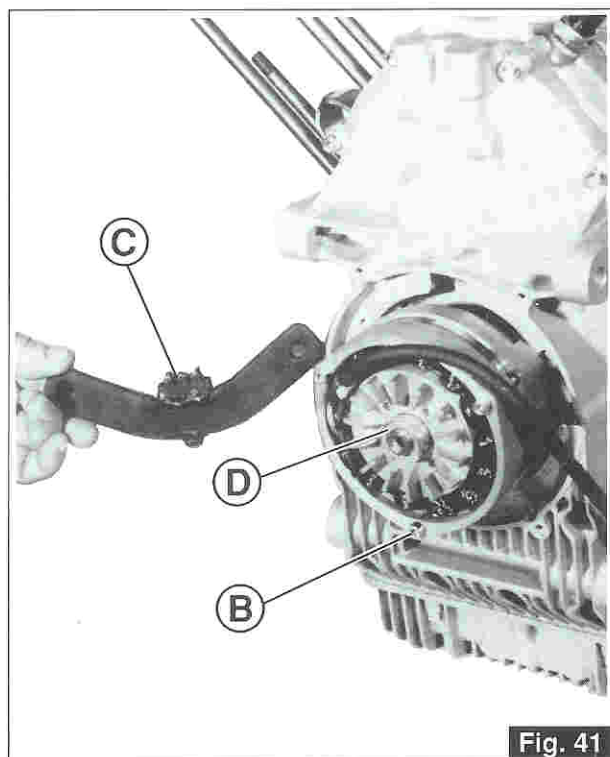

Fig. 41
- Svitare le 3 viti «B» di tenuta dello statore del generatore e togliere lo stesso. Applicare sul volano motore l'apposito attrezzo di bloccaggio «C» (cod. 12 91 18 01) e svitare il dado centrale «D» di tenuta del rotore (Fig. 41).
- Loosen the 3 screws «B» that secure stator to generator and remove the stator. Fit the suitable tool «C» (part no. 12 91 18 01) to the engine flywheel and loosen the central nut «D» that hold rotor in place (Fig. 41).